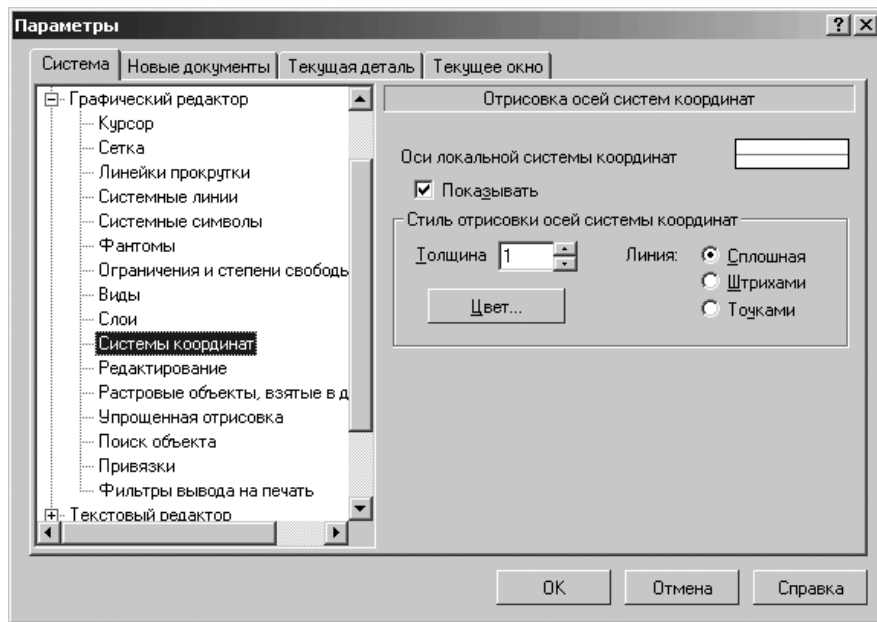

Рис. 9.28. Диалоговое окно **Параметры** с открытой вкладкой **Система** и открытой панелью **Отрисовка осей систем координат**
- щелкните по пункту **Системы координат**. Откроется в правой части диалогового окна панель **Отрисовка осей систем координат** (рис. 9.28).